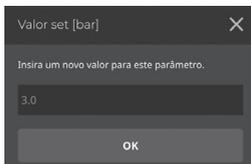

Figura 11 - Parâmetro *Valor Set [bar]*
11. Entre no parâmetro *Valor Set [bar]*, insira o valor da pressão desejada na unidade de medida de pressão “bar” e pressione OK, conforme Figura 11. Para conversão de unidades, consulte a tabela 11.